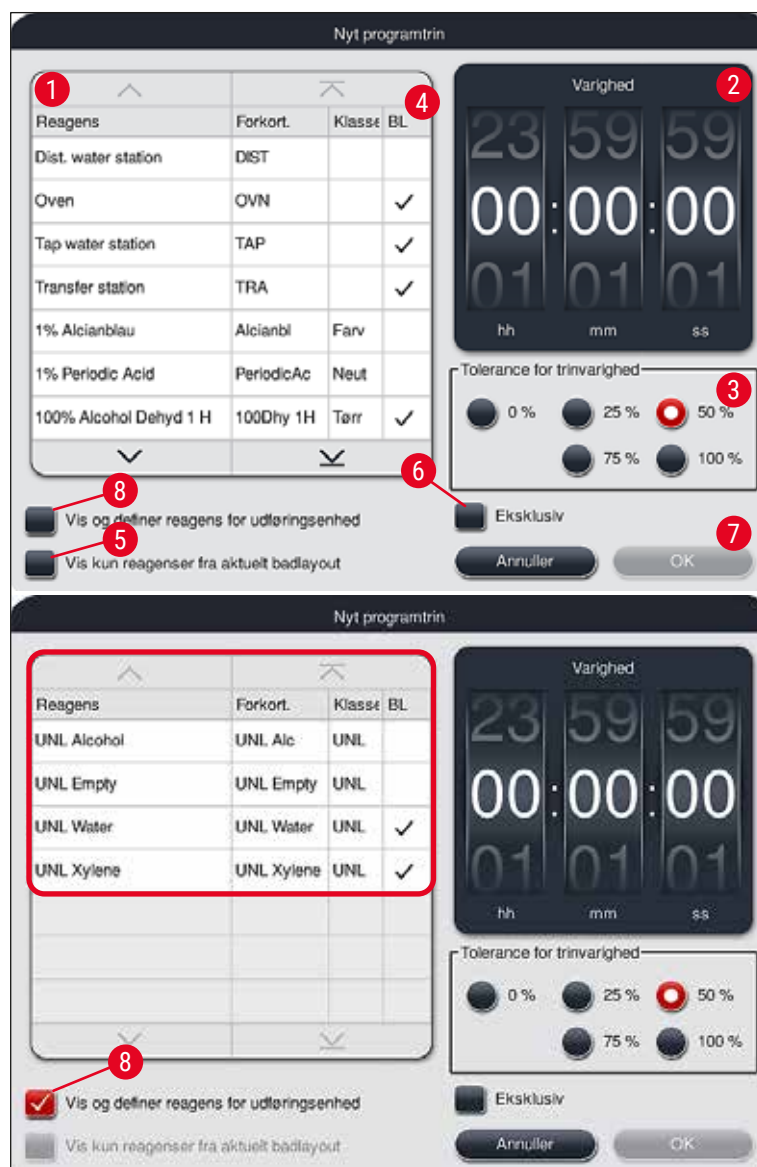

Fig. 47
- Der åbnes et vindue til definition af programtrinnet (→ "Fig. 47").